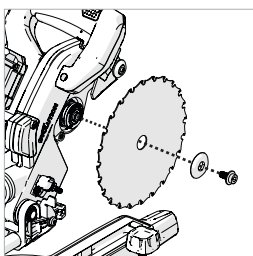

Fig. 19
- Använd den levererade insexnyckeln för att lossa på flänsens bult och den yttre bladflänsen och bladet från hjulaxeln. (**Fig. 19**)